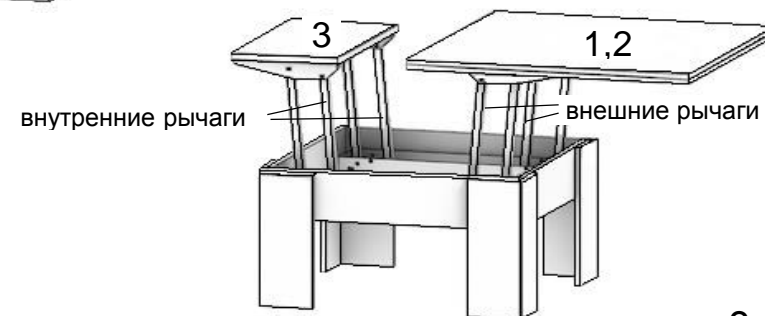

рис. 3
- Закрепите малую столешницу (3) к внутренним рычагам (рис. 3) механизма винтами (д) с шайбами (з). Закрепите большую сдвоенную столешницу (1, 2) к внешним рычагам механизма винтами (д) с шайбами (з).